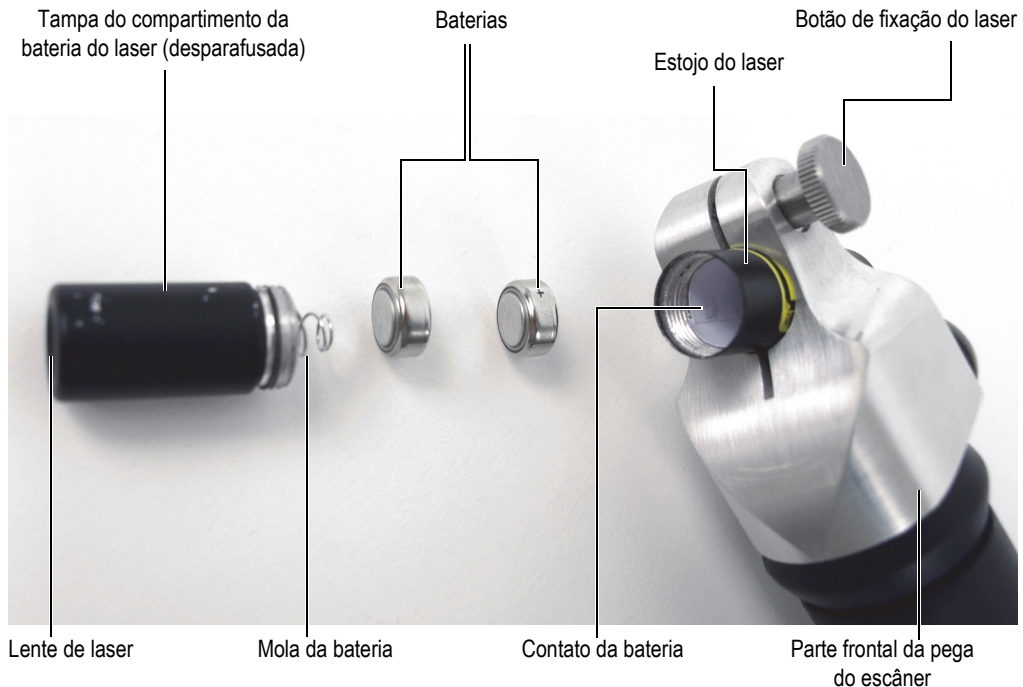

Figura 6-42 Substituição das baterias do laser
1. Desaparafuse a tampa do compartimento da bateria. Essa é a parte da caixa do laser que abriga a lente (Figura 6-42 na página 124).